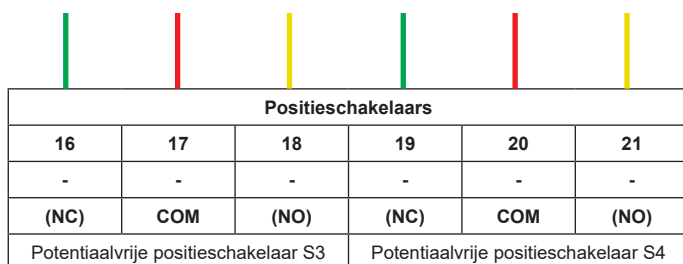

Fig. 13 Aansluitschema van de supplementaire eindeloopschakelaar
- Sluit de kabelboom van schakelaar S3 aan op klemmen 16-18, en schakelaar S4 op klemmen 19-21, zoals getoond in Fig. 13 Aansluitschema van de supplementaire eindeloopschakelaar
- Raadpleeg Fig. 13 Aansluitschema van de supplementaire eindeloopschakelaar om ervoor te zorgen dat de VFC correct is geconfigureerd voor het regelsysteem (NO of NC)